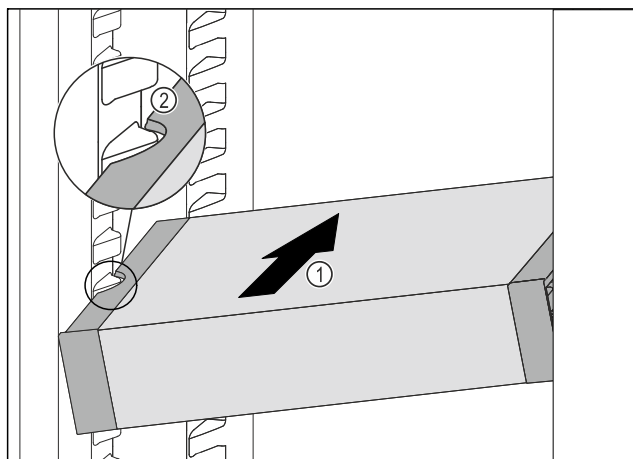

Fig. 117
- Predal VarioSafe potiskajte poševno v hladilnik Fig. 117 (1), dokler stranska izreza Fig. 117 (2) predala VarioSafe nista na višini nastavka za posodo v hladilniku.